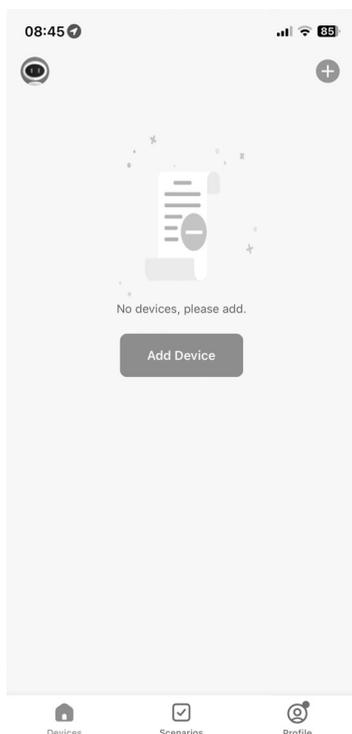

Fig. 1
- ▶ Si vous n'avez pas encore enregistré d'appareil dans l'application **MEDION® Life+**, appuyez sur la touche **ADD DEVICE**(voir fig. 1). Si vous avez déjà ajouté un appareil dans l'application, cliquez en haut à droite sur **+**.